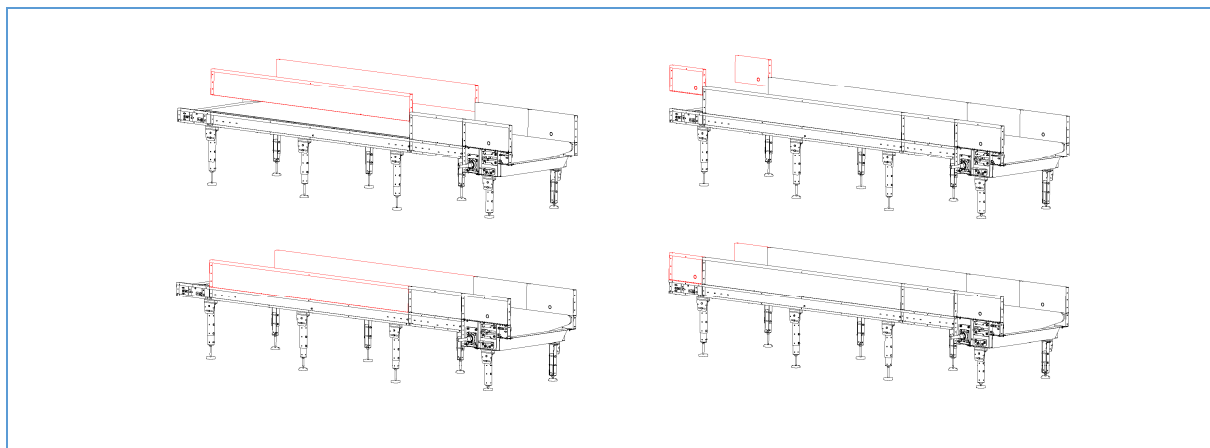

Figura 40 – Montaggio sponde
14. Procedere montando le sponde laterali (I) sulla parte superiore del trasportatore (vedi Figura 40).